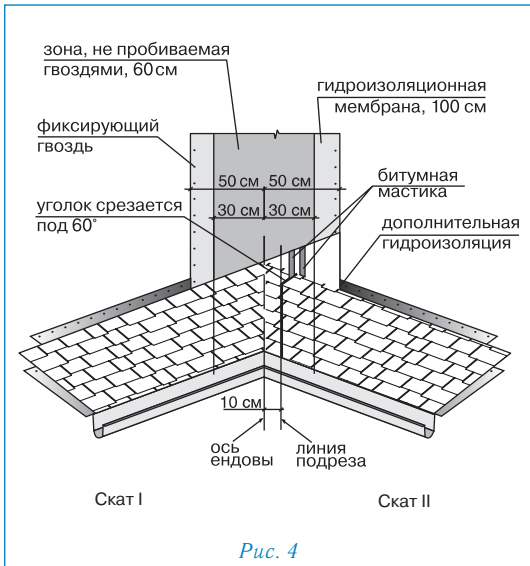

Рис. 4
- лист, подходящий к ендове со ската II, должен доходить до линии подрезки и обрезаться по ней. Верхний уголок обрезанного края листа подрезается под углом 60° (5×3 см — рис. 4);